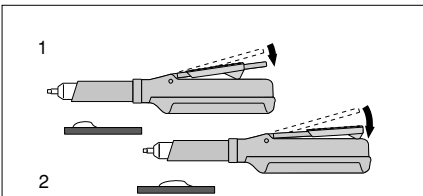

Fig. 6
- 2) Le grip peut être déplacé avant ou après la distribution du matériau. (Fig. 6)
- 2) El agarre para el dedo puede moverse hacia delante o hacia atrás para cambiar la cantidad de material a obtener. (Fig. 6)